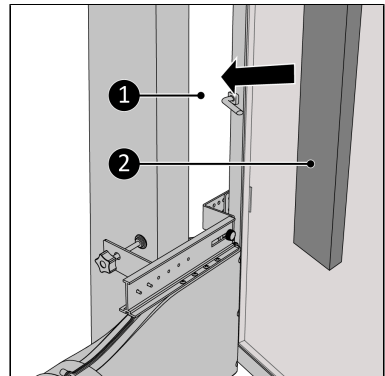

Abbildung 145.
16. Füllen Sie die Freiräume (Abbildung 145, Pos. 1) mit dem gelieferten Isolierschaum (Abbildung 145, Pos. 2) auf, schneiden Sie den Schaum ab, falls notwendig*.